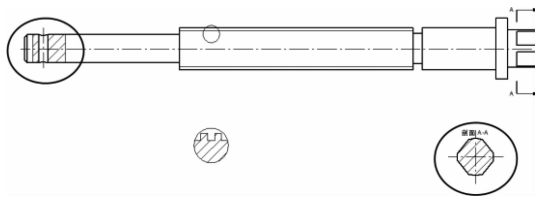

图 9-134 手动创建中心线
(2) 选择【主页】选项卡中【注释】区域中的【中心线】按钮，它由两点或者两条线手动创建中心线。手动绘制中心线，如图 9-134 所示。